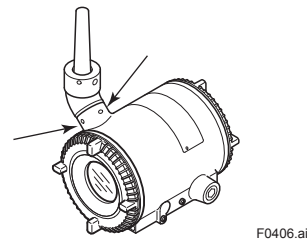

図4.6 止めねじ位置
本機器ではアンテナが地面に対して垂直になるようにアンテナ取付角度を変更してください。出荷時のアンテナは、図 4.6 のような向きになっています。導圧管の配管方向を水平で使用する場合には、アンテナの角度を変えてください。アンテナ取付角度を変更する場合、以下の手順に従ってください。
- 1) 2.5 mm六角レンチを使ってアンテナ根元にある 2 つの止めねじを緩めてください（図 4.6 参照）。止めねじがはずれて紛失することがありますので、緩める量は 3 回転程度に止めてください。